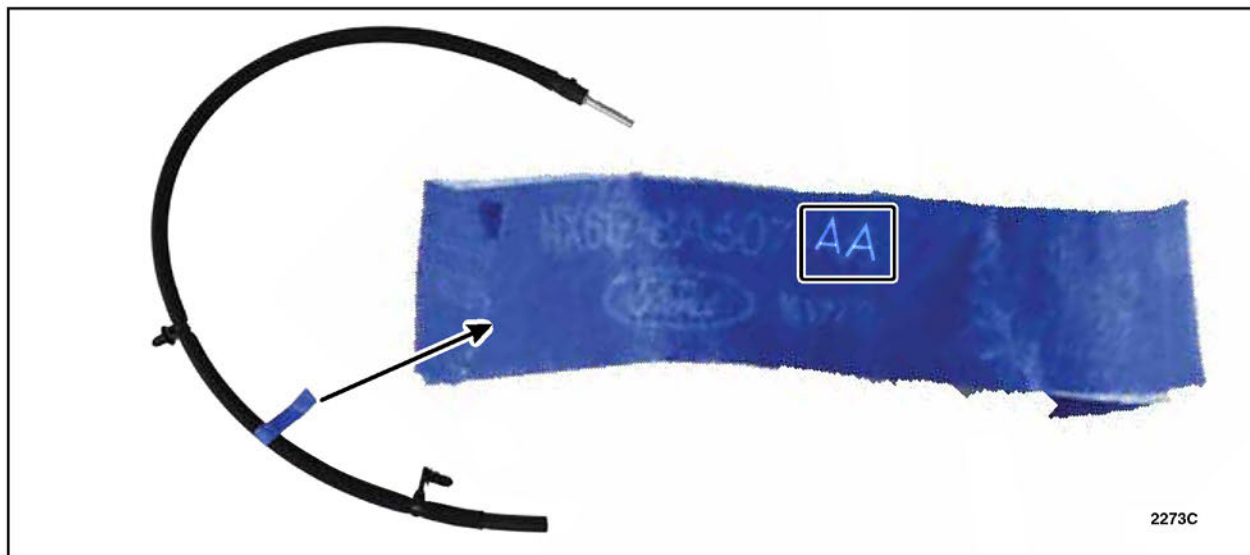

**FIGURE 3**
17. Nettoyez la zone avec le nettoyant pour freins Motorcraft. Voir la figure 3.